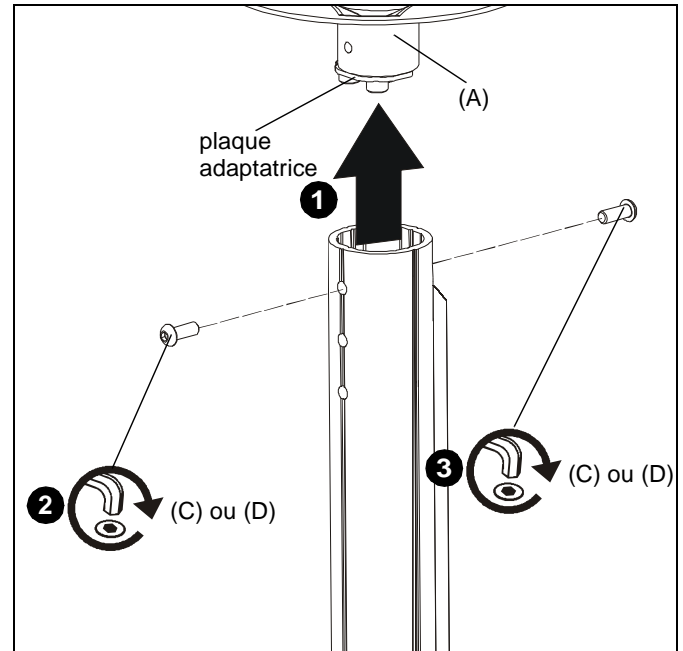

Figure 4
1. Assurez-vous que les trous sur la colonne d'extension (non inclus) et le support CPA (A) sont alignés et installez la colonne sur l'adaptateur de la plaque CPA. (Voir la Figure 4)
2. Installez une vis à tête bouton M6 x 16 (C) ou une vis de sécurité (D) dans le trou situé sur le côté du tuyau CPA, où la plaque adaptatrice de l'adaptateur CPA est située. (Voir la Figure 4)
3. Sur le côté opposé du tuyau CPA, utilisez l'autre vis à tête bouton M6 x 16 (C) ou l'autre vis de sécurité (D) pour fixer le CPA115 à la colonne d'extension. (Voir la Figure 4)